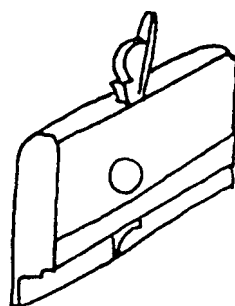

Fig. 17. Sicklingshyvel.
- Sicklingshyveln har en slät sula som tillåter hyveln att glida över tärningen så att stålet kan nå ända fram (fig. 17 och 18).